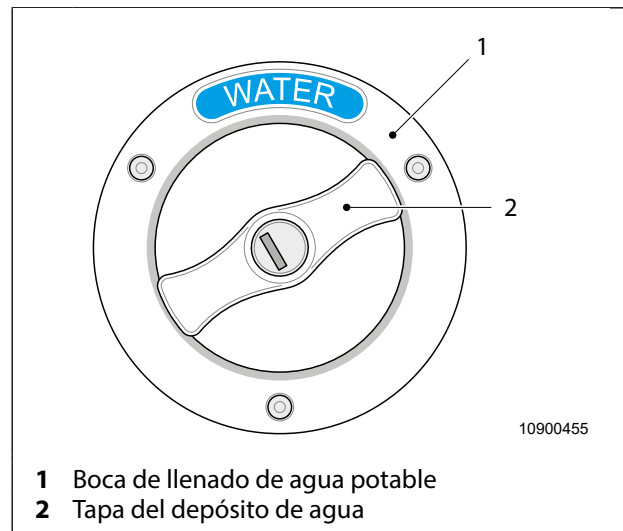

Fig. 48 Boca de llenado de agua potable
La boca de llenado de agua potable (Fig. 48, pos. 1) se encuentra en la zona trasera en la pared exterior del vehículo.
3. Desbloquear la tapa del depósito de agua (Fig. 48, pos. 2) con la llave y abrirla.
5. Cerrar la tapa del depósito de agua (Fig. 48, pos. 2).